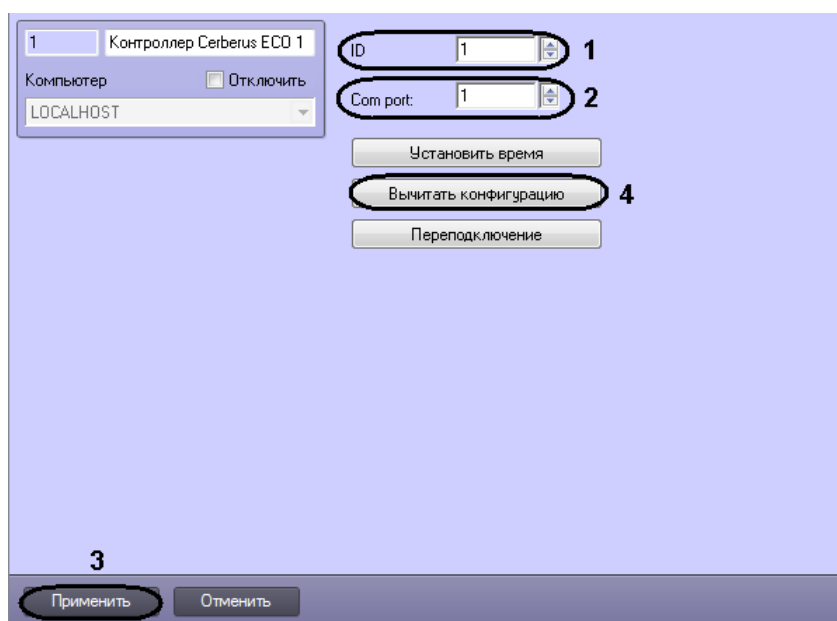

Рис. 3.3-2 Настройка подключения ОПС Cerberus ECO
2.1 Ввести адрес контроллера *Cerberus ECO* в поле **ID** (Рис. 3.3-2, 1).
2.2 Указать СОМ-порт подключения оборудования *Cerberus ECO* в соответствующем поле (см. Рис. 3.3-2, 2).
3. Нажать кнопку **Применить** (см. Рис. 3.3-2, 3).
4. Нажать кнопку **Вычитать конфигурацию** (см. Рис. 3.3-2, 4).